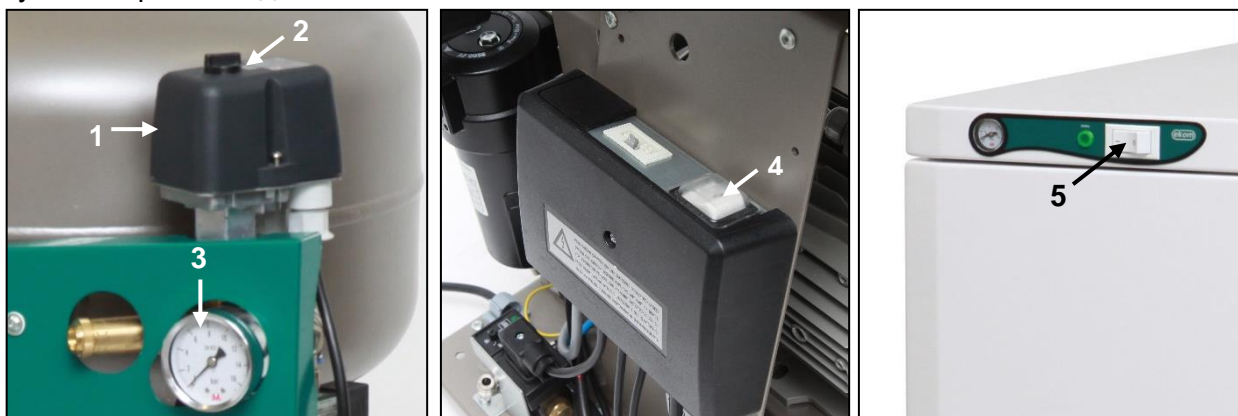

Рис.13
- Проверьте положение автоматического выключателя: он должен быть в положении I. Если выключатель (4) находится в положении 0, поверните его в положение I (рис. 13).
- Поверните выключатель (5) на передней стенке шкафа в положение I. Зеленый световой индикатор указывает, что устройство работает (рис. 13).
(рис. 13)